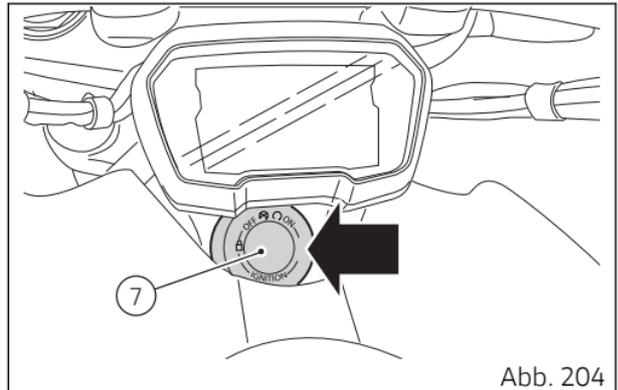
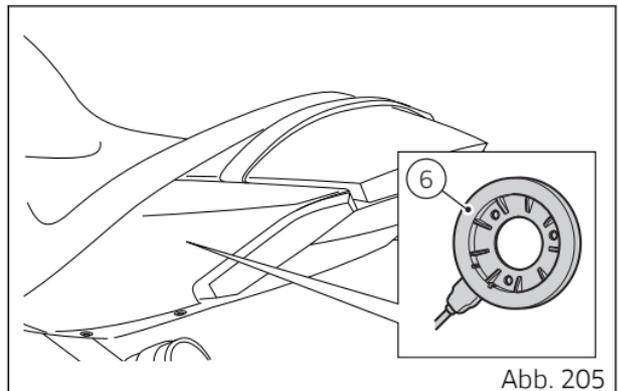

Abb. 204
Abb. 205
(Abb. 204) gibt die Position des Hands-Free-Blocks (7) und (Abb. 205) die der Antenne (6) an.